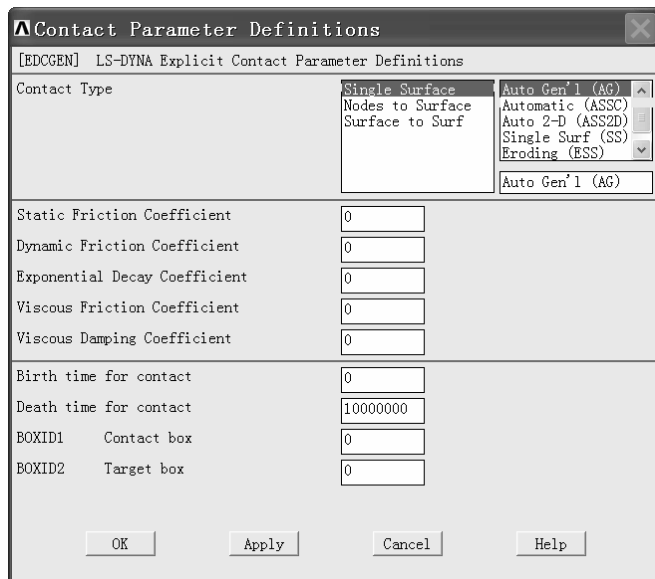

图 10-108 “Contact Parameter Definitions” 窗口
(1) 依次选择 Main Menu>Preprocessor>LS-DYNA Options>Contact>Define Contact，弹出“Contact Parameter Definitions”窗口（见图 10-108）。